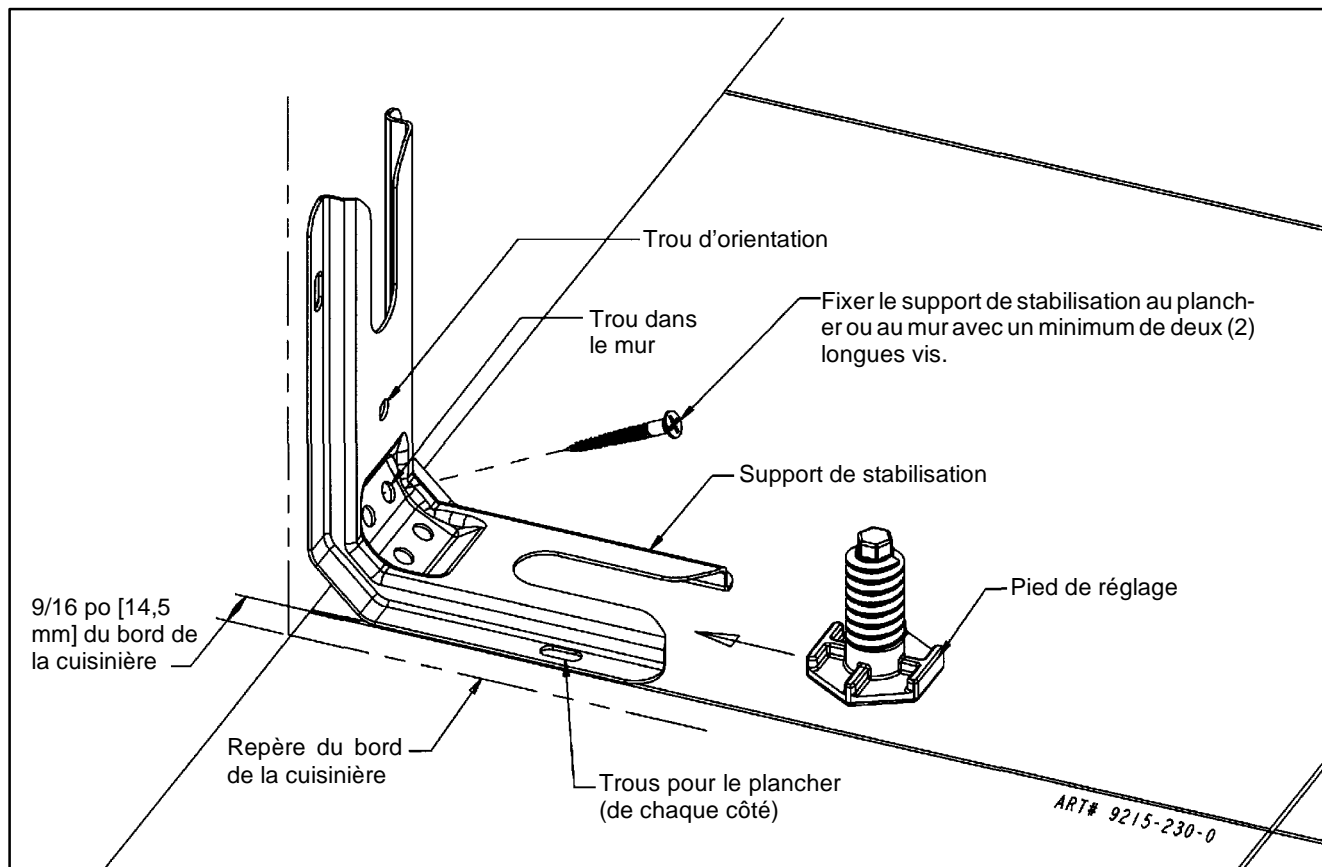
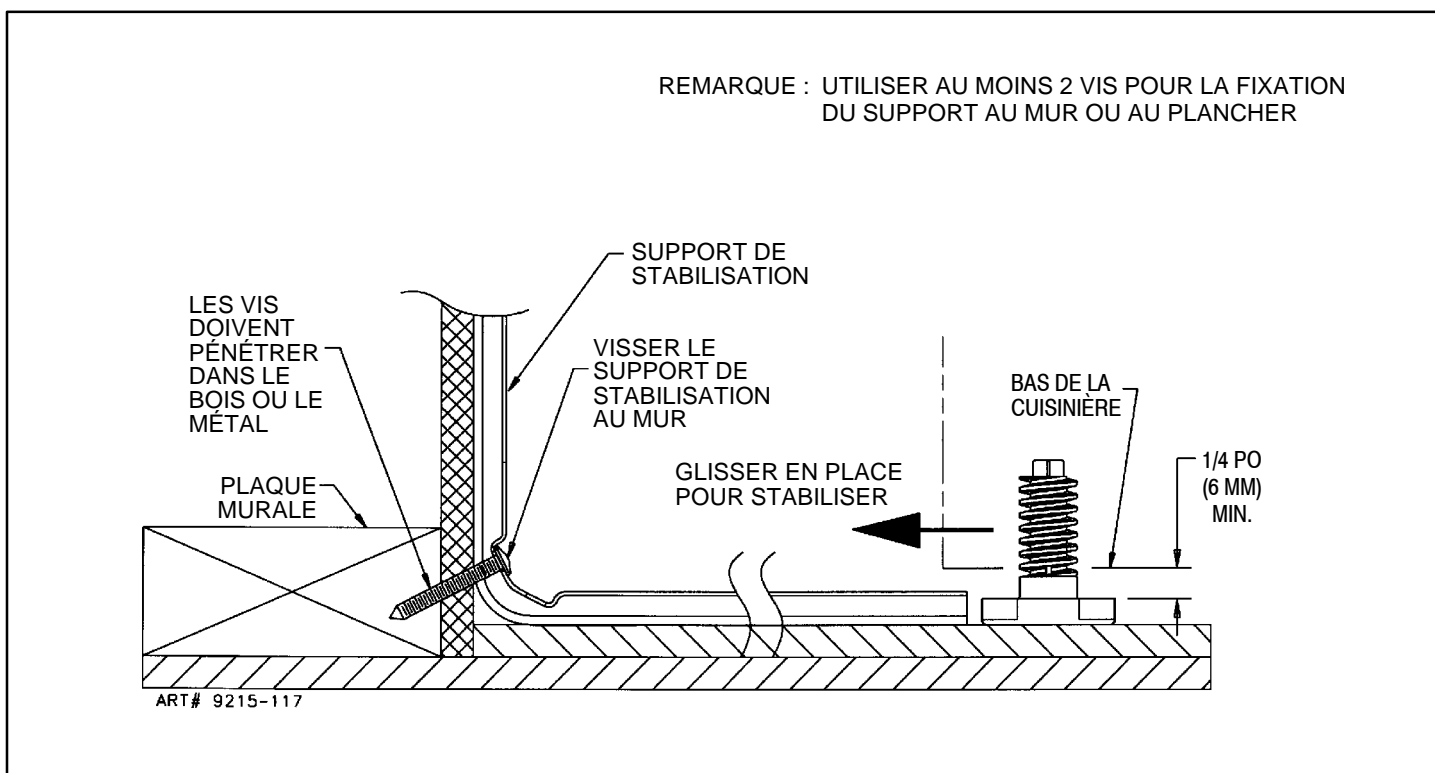

FIGURE 3
FIGURE 4
ÉTAPE 1 - Emplacement du support de stabilisation (voir figure 3).
- Placer le SUPPORT à 9/16 po (14.5 mm) de la marque du « BORD » en allant vers le centre de l'ouverture et contre le mur arrière tel qu'indiqué à la figure 3, le trou d'orientation étant contre le mur.
- Utiliser le support comme gabarit et marquer l'emplacement des trous pour le type de matériau sur lequel le support doit être fixé, tel qu'indiqué à la figure 3.
- Plancher : Déterminer le centre des deux trous identifiés par « TROUS POUR PLANCHER » à la figure 3. Percer un trou de positionnement de 1/8 po (3 mm) au centre de chaque trou (un clou ou un poinçon peut également être utilisé si une perceuse n'est pas disponible). Fixer le support de STABILISATION au plancher à l'aide des deux vis fournies. Passer à l'ÉTAPE 3.
- Mur : Déterminer le centre des deux trous identifiés par « TROUS POUR MUR » à la figure 3. Percer un trou de positionnement de 1/8 po (3 mm) au centre de chaque trou (un clou ou un poinçon peut également être utilisé si une perceuse n'est pas disponible) tel qu'indiqué à la figure 4. Fixer le support de STABILISATION au mur à l'aide des deux vis fournies tel qu'indiqué à la figure 4. Passer à l'ÉTAPE 3.
- On trouve des vis convenant au ciment ou au béton dans les quincailleries. Percer les trous de positionnement de la grandeur correspondante à celle des vis obtenues en quincaillerie au centre des trous identifiés « TROUS POUR PLANCHER » à la figure 3. Fixer le support de STABILISATION au plancher. Passer à l'ÉTAPE 3.
Remarque : Un dégagement minimum de 6 mm (1/4 po) est exigé entre la cuisinière et le pied de mise à niveau qui va s'insérer dans le support de stabilisation (voir figure 4).